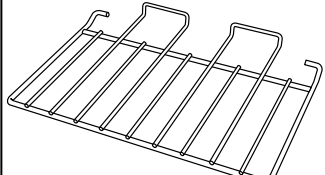

Abb.2-19
- 1 Grillrostträger (**Abb.2-19**)